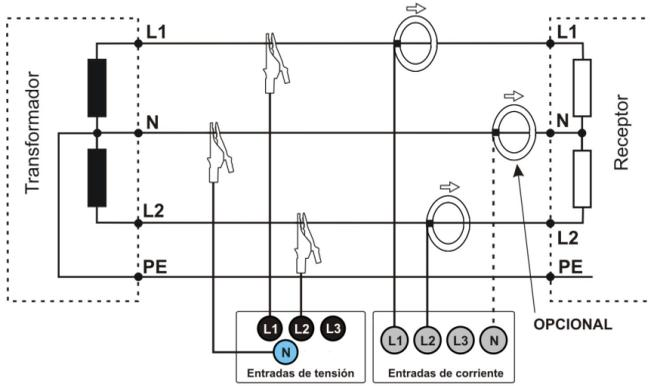

Fig. 6. Esquema de conexión – sistema bifásico.
- bifásica (con bobinado dividido del transformador llamado en inglés *split phase*) (Fig. 6),